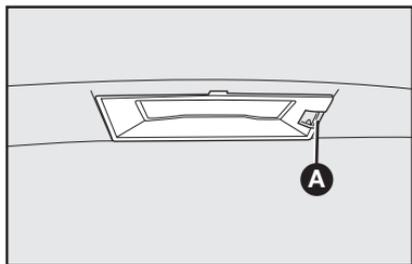

fig. 60
1) Retirar a tampa acrílica forçando-a com uma chave de fenda no ponto indicado na **fig. 60**.